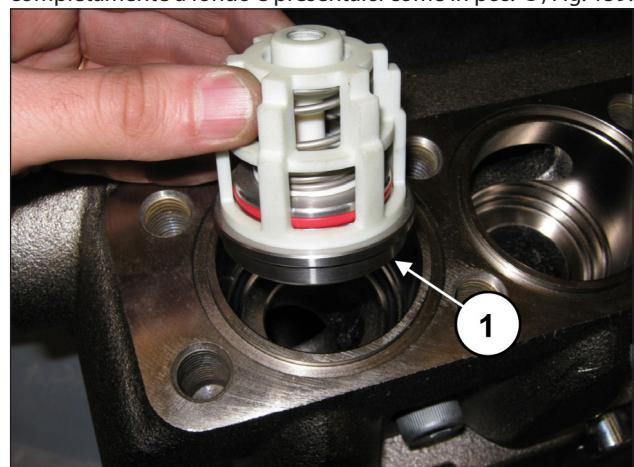

Fig. 158
Inserire il gruppo valvola di mandata (pos. ①, Fig. 158).